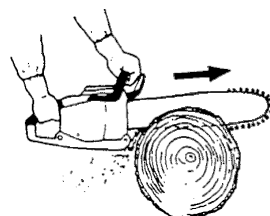

Fig. 19
- N'utilisez jamais votre tronçonneuse d'une seule main. Vous ne pourriez contrôler votre machine efficacement et vous risqueriez d'en perdre complètement le contrôle et de vous blesser grièvement. Gardez la tronçonneuse près du corps afin d'améliorer le contrôle de la machine et de réduire vos efforts. Lorsque vous effectuez une coupe avec la partie inférieure du guide-chaîne, la force de réaction éloignera la machine de vous en direction de la pièce de bois que vous êtes en train de couper. La tronçonneuse contrôlera la vitesse d'alimentation et la sciure sera projetée vers vous. (Fig. 19)